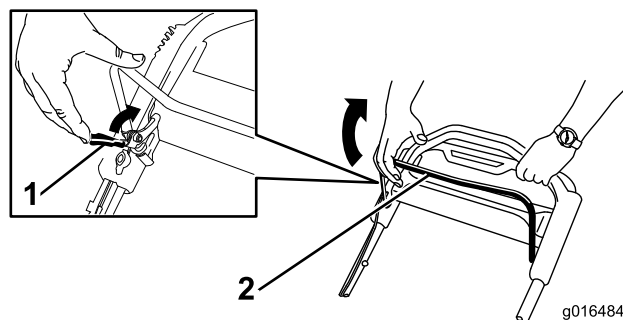

Рисунок 22
1. Потяните фиксатор штанги управления ножом в сторону штанги (Рисунок 22).
2. **Медленно** потяните штангу управления ножом обратно к рукоятке (Рисунок 22).